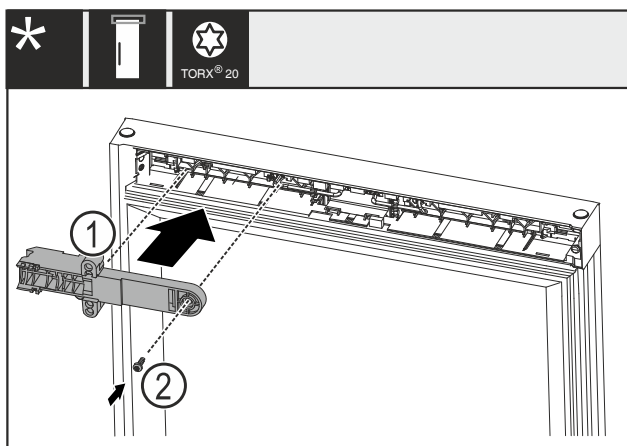

Fig. 26
- Držalni element ključavnice Fig. 26 (1) obrnite za 180° in ga prestavite na nasprotno stran.
- Držalni element ključavnice Fig. 26 (1) pritrdite z vijakom Fig. 26 (2).
- ▶ Držalni element ključavnice Fig. 26 (1) obrnite za 180° in ga prestavite na nasprotno stran.
- ▶ Držalni element ključavnice Fig. 26 (1) pritrdite z vijakom Fig. 26 (2).